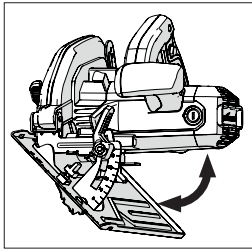

Abb. 14
- Kippen Sie das Sägeblatt in den gewünschten Winkel, wie auf der Winkelskala des Quadranten angegeben. (**Abb. 14**)
(14) BEDIENUNGSHINWEISE (ÜBERPRÜFUNGEN VOR DEM BETRIEB)